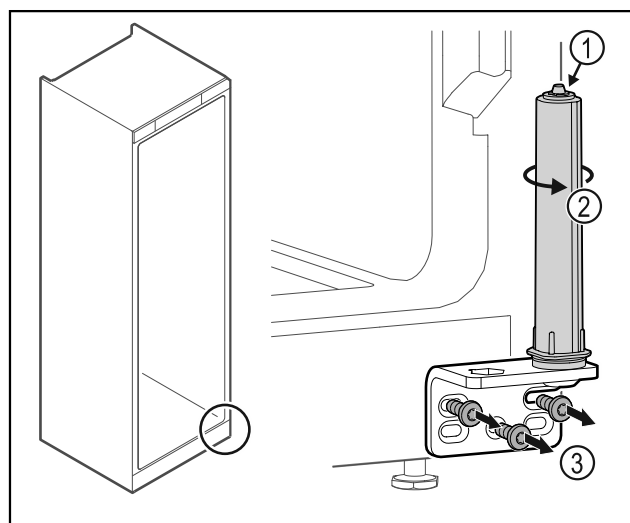

Fig. 28
- Non disassemblare il sistema di chiusura della porta Fig. 28 (1).
- Ruotare il sistema di chiusura Fig. 28 (2) finché non si innesta con un clic.
- Svitare la cerniera angolare Fig. 28 (3).